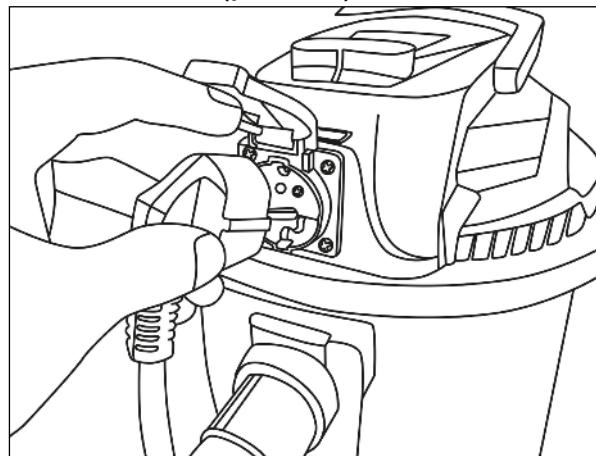

Рис.12 Розетка для подключения электроинструмента
- Положение «II» (кроме СП-1500/20А) – выключатель нажат вправо, пылесос включен двигатель не работает. Начинает работать сразу при пуске электроинструмента, который подключен к розетке на крышке пылесоса (рис.12), и отключается через несколько секунд после остановки электроинструмента.